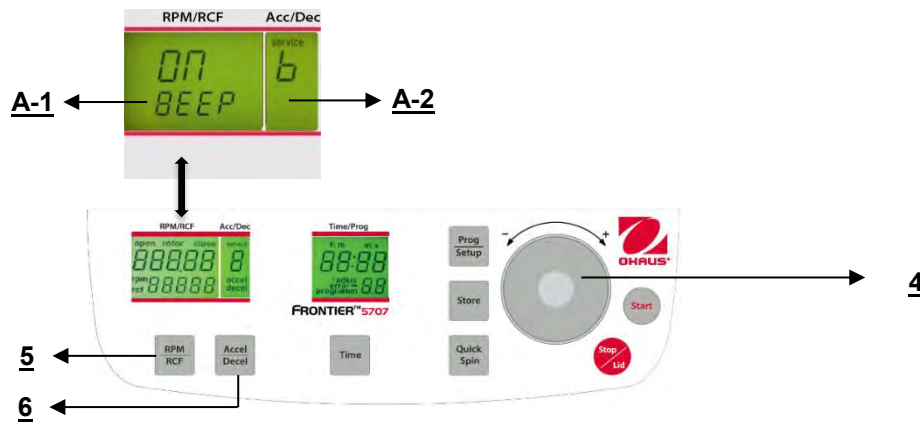

Abbildung. 32
Fahren Sie fort wie unter Punkt 4.1.2 beschrieben, um in den Programmmodus einzutreten und drücken Sie dann die Taste **"Accel/Decel"**(6). Auf der Anzeige **"Acc/Dec"** (A-2) blinkt das Wort **"Service"** . Wählen Sie nun den Buchstaben **"B"** mit Hilfe des Anpassungs Wählscheibe (4). Als Ergebnis erscheinen auf der Anzeige **"RPM/RCF"** (A-1) die Worte **"ON/BEEP"** . Nach dem Drücken der Taste **"RPM/RCF"** (5) können Sie das Tastaturgeräusch mit dem Anpassungs Wählscheibe (4) ein- (On) oder ausschalten (Off). (Siehe Abbildung 32).